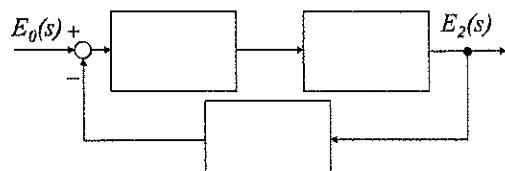

Fig.7-3
- (c) (2-b)で求めたブロック線図をFig.7-3の構造に基づき、等価変換せよ(equivalent transformation)。